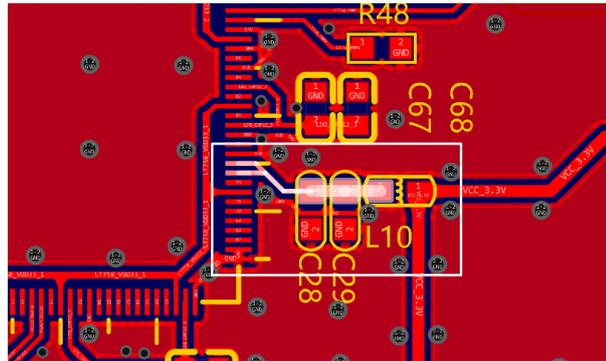

图 1-9: LT7586 导线通过滤波电容示意图
- 有滤波电容的信号或者电源线需要确保通过滤波电容后再输入到 IC，如图 1-9。